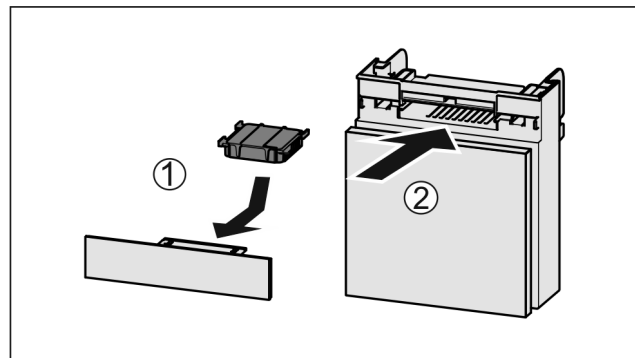

Fig. 74
- Inserire il vano Fig. 74 (2).